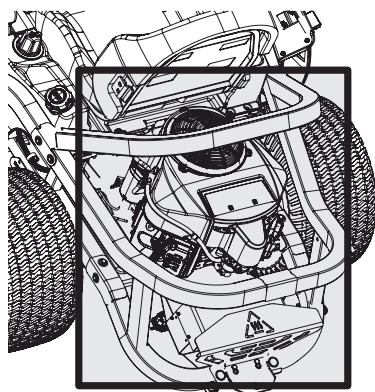

Figure 30
- Maintenez les deux côtés des fentes de refroidissement de la transmission, le collecteur d'échappement, les fusibles, tout le câblage et tous les faisceaux de câbles, le tuyau de silencieux, le bouclier du silencieux, les crépines d'aspiration et les ailettes de refroidissement du moteur, etc. à l'écart des déchets de coupe et des feuilles. Consultez la Figure 30.